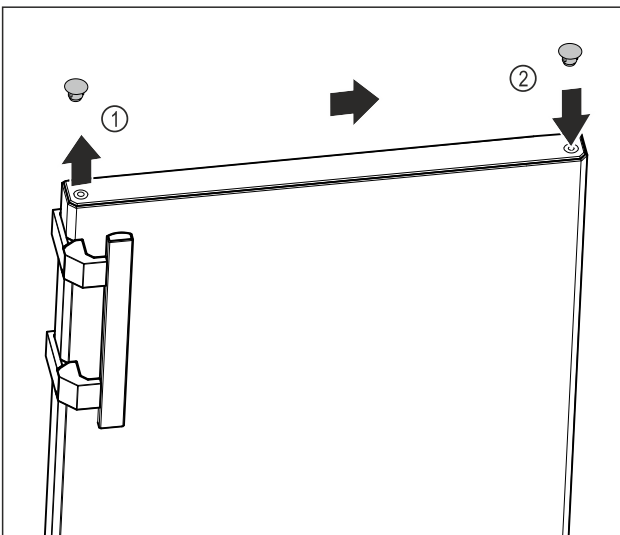

Fig. 10
- ▶ Ngrini lart me kujdes tapat mbuluese të anës së derës Fig. 10 (1) me një kaçavidë me kokë petë.
- ▶ Vendosni tapat mbuluese në anën e kundërt. Fig. 10 (2)